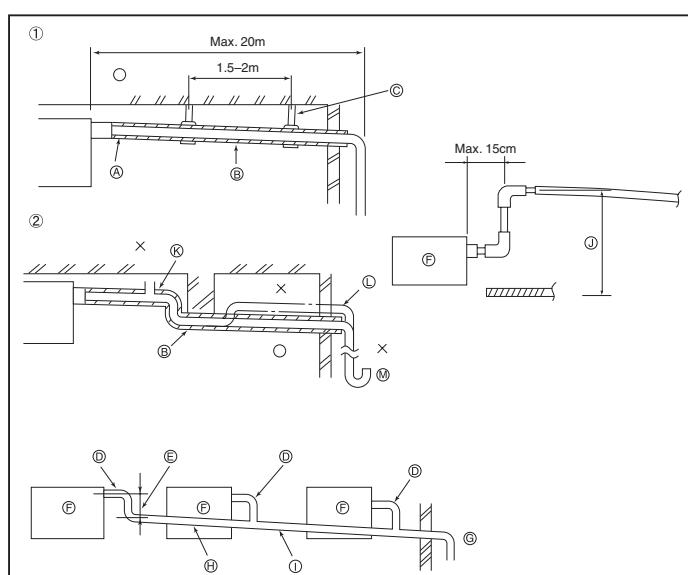

Fig. 3-4
3.4. Installatie van Draineerbuizen (Fig. 3-4)